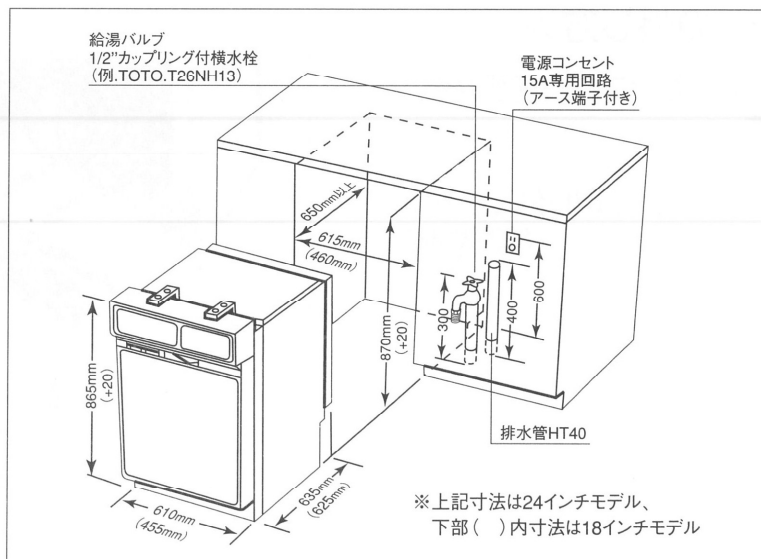

図1(例)
- 本機が正常に作動し、かつ、美観の為に、キャビネットの開口は図1に示す寸法を確保してください。